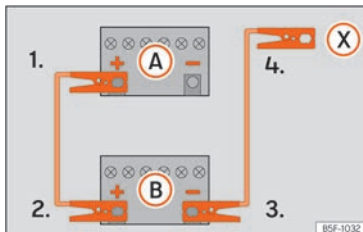

Abb. 43 Anschlusschema für Fahrzeuge ohne Start-Stopp-System.
zeugs mit der entladenen Fahrzeugbatterie (A) » » Abb. 43.
3. Klemmen Sie das andere Ende des roten Starthilfekabels an den Pluspol (+) des Strom gebenden Fahrzeugs (B).
- 4a. Bei Fahrzeugen ohne Start-Stopp-System: klemmen Sie ein Ende des schwarzen Starthilfekabels an den Minuspol (-) des stromgebenden Fahrzeugs (B) » » Abb. 43.